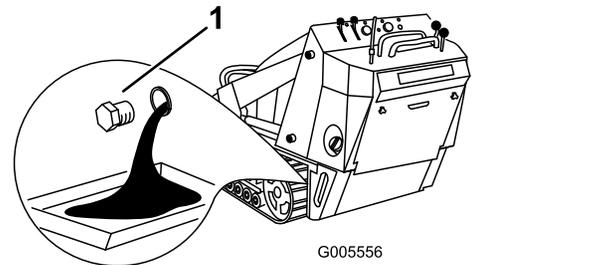

Рисунок 37
4. Снимите маслосливную пробку (Рисунок 37).